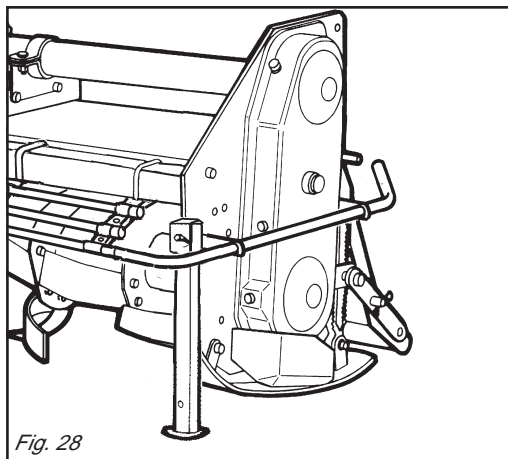

Fig. 28
- 1) *Position the support foot as shown in the figure 28.*
- 1) Den Stützfuß wie in Abb. 28 gezeigt anordnen.
- 1) *Placer le pied d'appui (Fig. 28).*